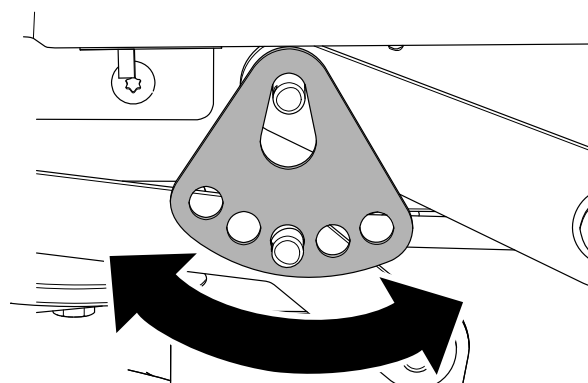

**Figure 62**
6. Retirez la goupille fendue et la rondelle de l'axe inférieur du bras de levage (Figure 62).